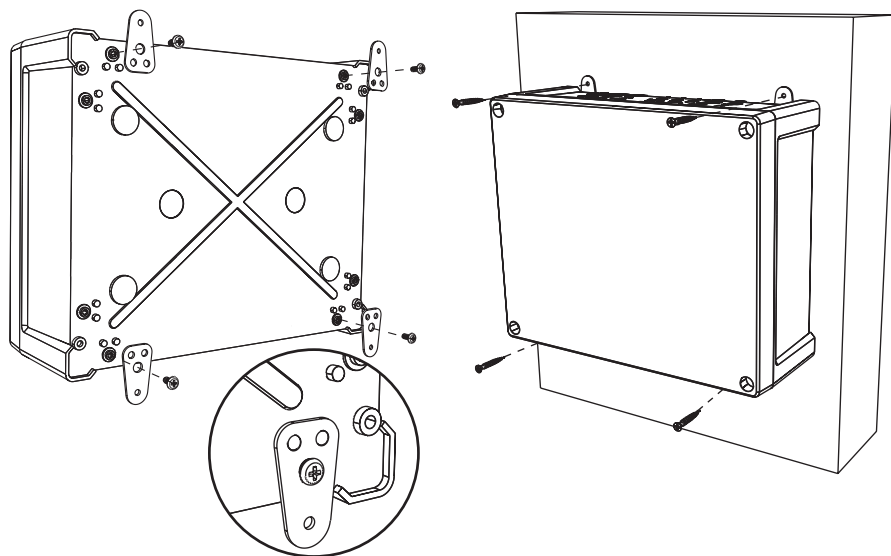

Fig 1.4 Montage avec façade vers le haut
- Orientation avec façade et connectique vers le haut telle qu'illustrée sur la figure 1.4